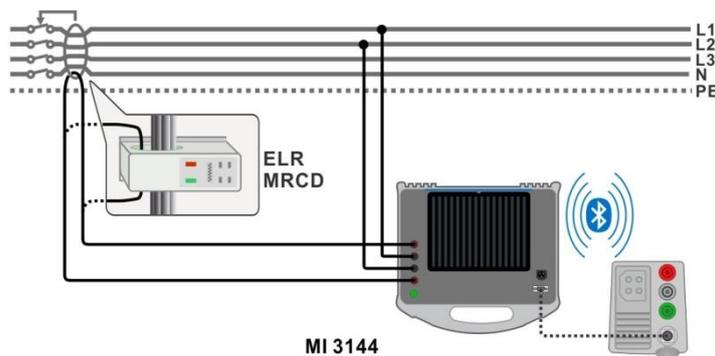

Abbildung 7.81: ELR- Fehlerstromeinspeisung / Kombinierte Auslösezeit
- › Schließen Sie die Prüflleitungen am Prüfling an. Siehe **Abbildung 7.81**.
Siehe **Abbildung 7.81**.
- › Schließen Sie die Prüfleitungen am Prüfling an. Siehe **Abbildung 7.81**. Detaillierte Informationen finden Sie in der **MI 3144 - Euro Z 800 V Bedienungsanleitung**.